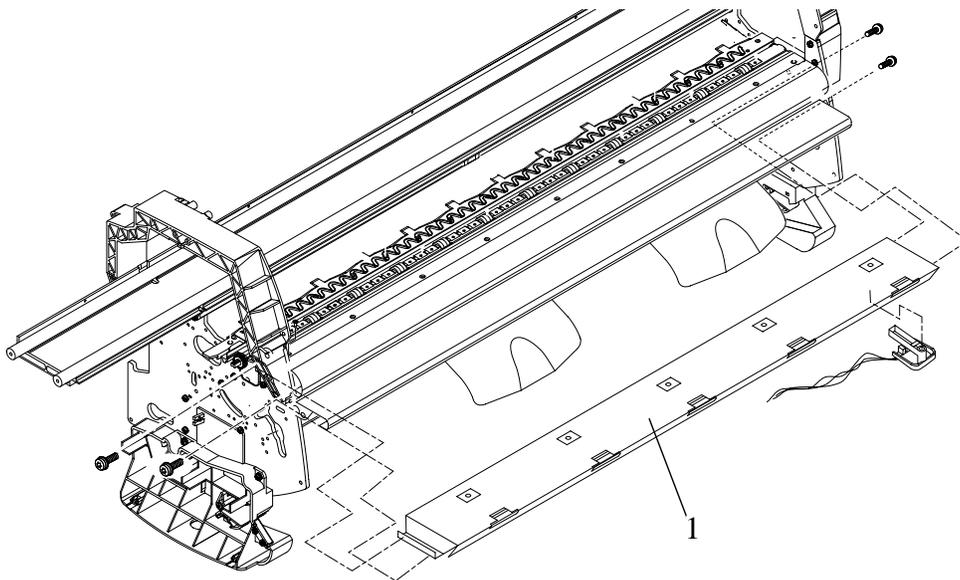

Figura 80: "Center Guide"
Consulte de la Figura 78 a la Figura 80.
5. Quite el “center guide” (item 1) (consulte la Figura 80):